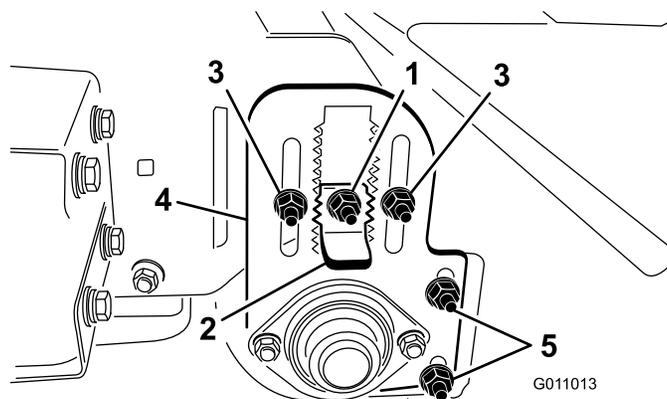

Рисунок 21
3. Ослабьте контргайку на регуляторе высоты (Рисунок 21) так, чтобы его можно было вытянуть примерно на 13 мм.
4. Ослабьте контргайки регулировки высоты валика (Рисунок 21).
5. Вытяните регулятор высоты и переместите задний валик вверх или вниз, передвинув планку регулировки высоты валика на требуемую высоту (Рисунок 21).
Проверьте регулировку скребка валика (Рисунок 21): зазор между скребком и валиком должен составлять приблизительно 2 мм. Ослабьте гайки крепления скребка валика, расположите валик должным образом и затяните гайки.